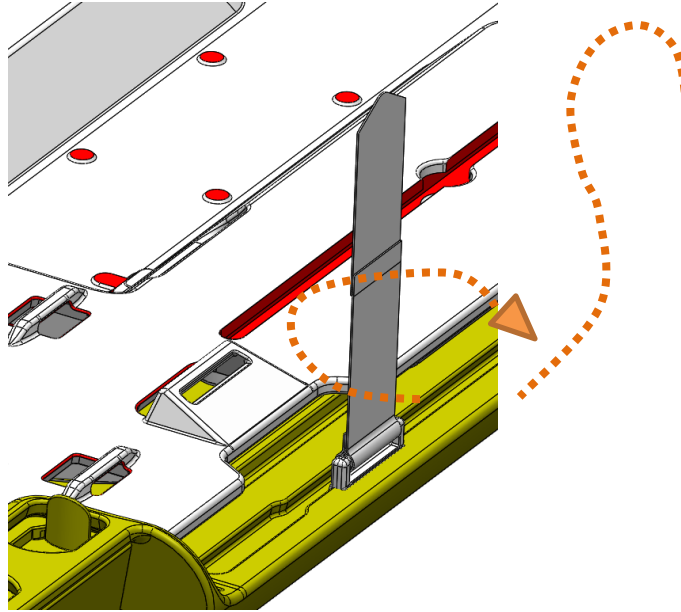

Abbildung 4: Wickeln der Basisplattengurte
3. Wickeln Sie das freie Ende des Gurtes um den Schlitz an der Basisplatte, ziehen Sie den Gurt fest und befestigen Sie das freie Ende des Gurtes an sich selbst (*Abbildung 4*).